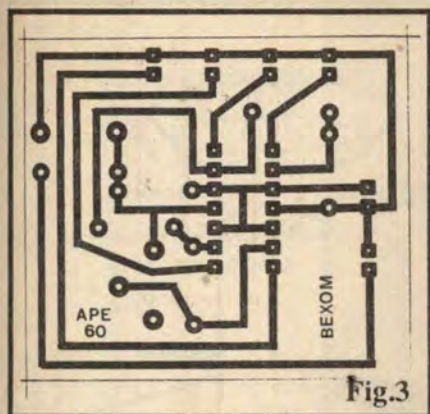

Fig.3
- FIG. 3 - LAY OUT DO CIRCUITO IMPRESSO ESPECÍFICO - Embora a quantidade de componentes no circuito seja muito moderada, preferimos elaborar o *lay out* específico com certa "folga", por dois motivos: primeiro para incorporar o próprio *display* em forma de barra com os 4 pontos representados pelos LEDs indicadores; segundo porque, tratando-se de um projeto "em aberto", uma montagem mais "folgada" permite ao caro Leitor/Hobbysta "inventar em cima" com certa flexibilidade (trocando, acrescentando ou adaptando componentes ou eventuais módulos circuitais externos ou de "apoio"...). De qualquer modo, devido à sua geral simplicidade, a confecção do Impresso não deve oferecer grandes dificuldades... O padrão de ilhas e pistas é visto em escala 1:1 (tamanho natural) e, devido à presença do Integrado, convém ser traçado com decalques (embora nada impeça que um Hobbysta mais cuidadoso execute o desenho com caneta especial, dotada de tinta ácido-resistente, "à mão"...). O importante mesmo, é a "velha" e necessária conferência final, já depois da placa limpa e furada, na busca de eventuais lapsos, "curtos", falhas, uma vez que todos esses pequenos senões *podem*, muito facilmente, ser corrigidos em tal estágio... Já depois dos componentes inseridos e soldados, qualquer correção no próprio Impresso fica bem